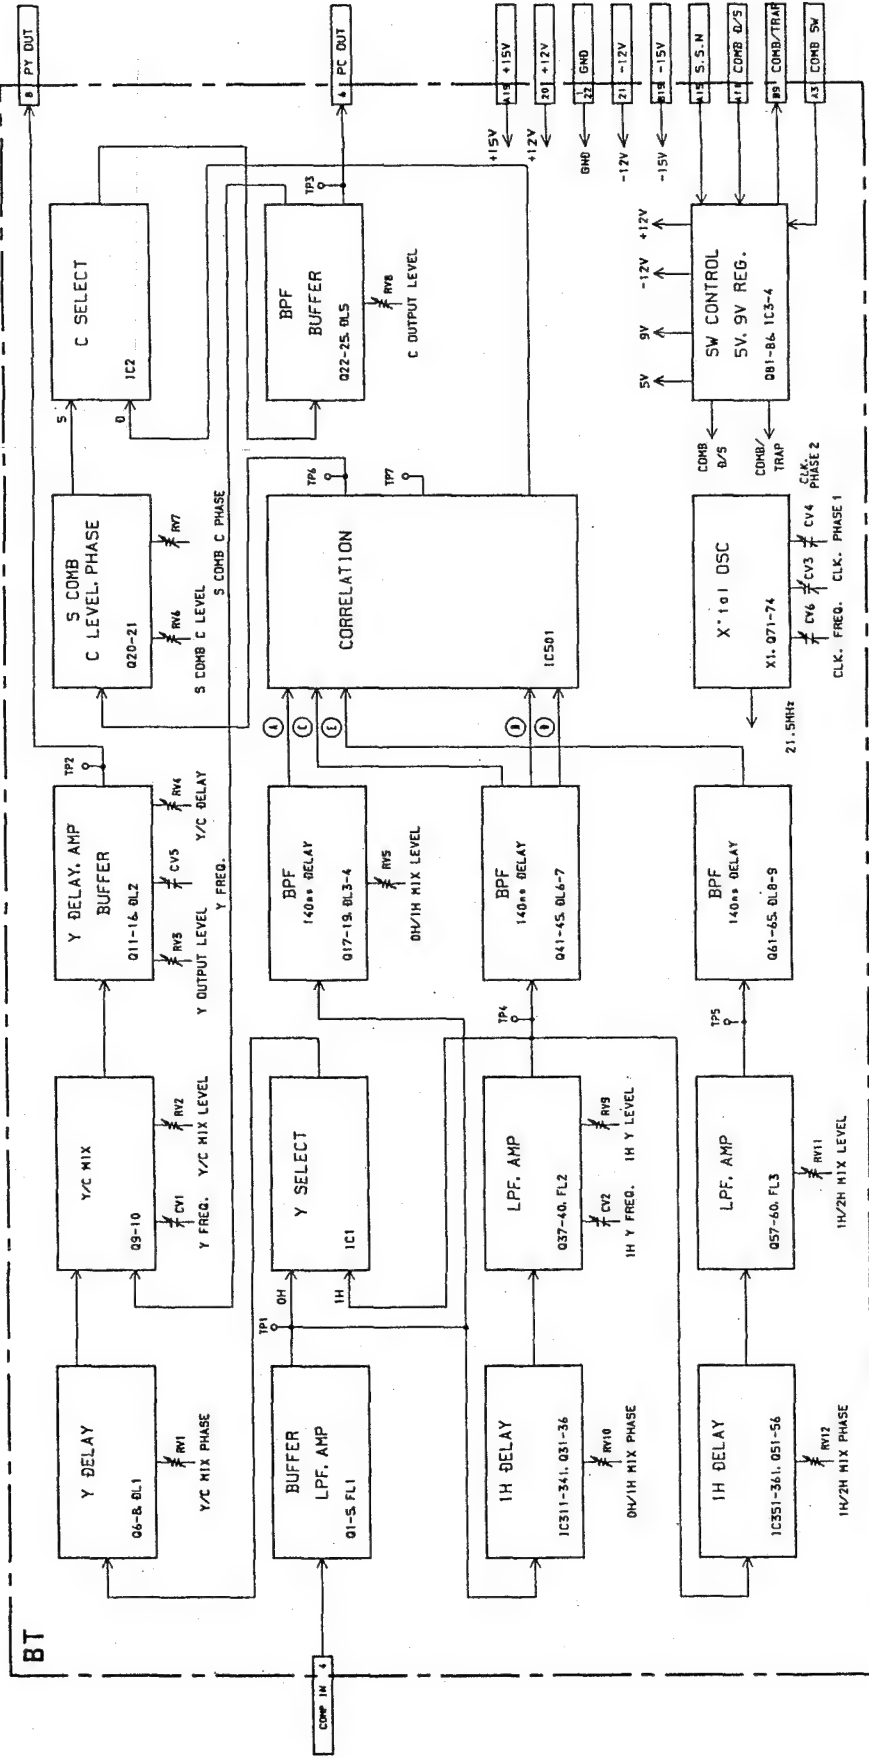

Fig. 3-11-1.
**3-11-1. 3 Line Dynamic Comb Filter (Fig. 3-11-1.)**